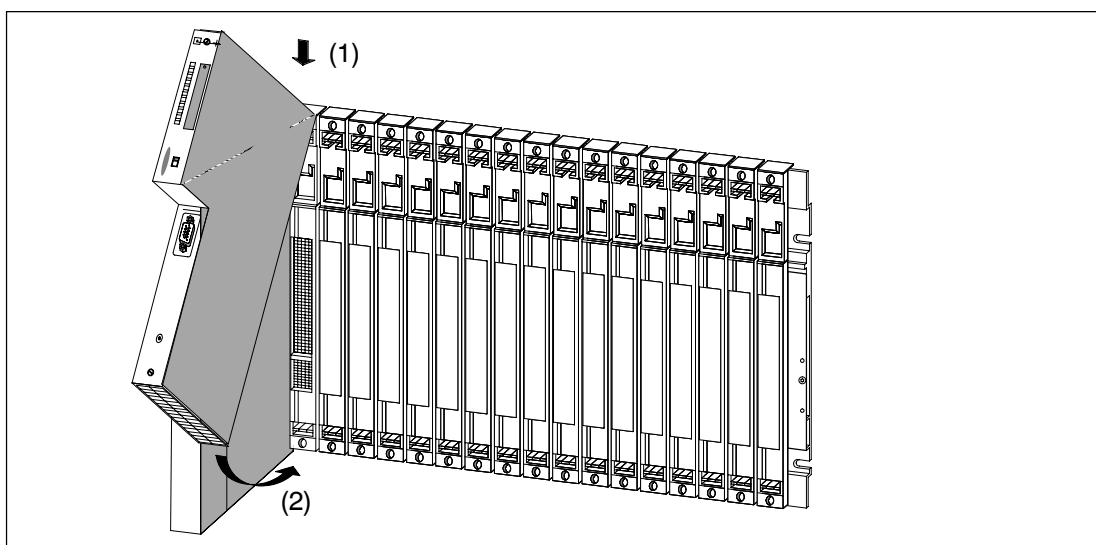

Figure 2-4 Accrochage des modules
4. Accrochez le haut du premier module dans le châssis, puis rabattez le bas contre le châssis (voir figure 2-4).